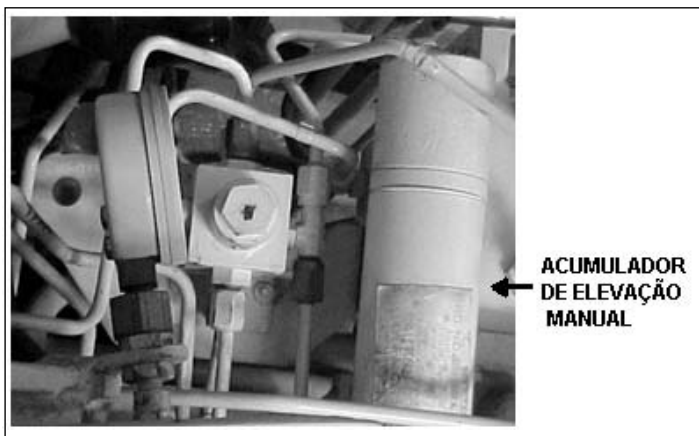

Fig 4-107. Acumulador de elevação manual
(3) Acumulador de elevação manual (Fig 4-107)